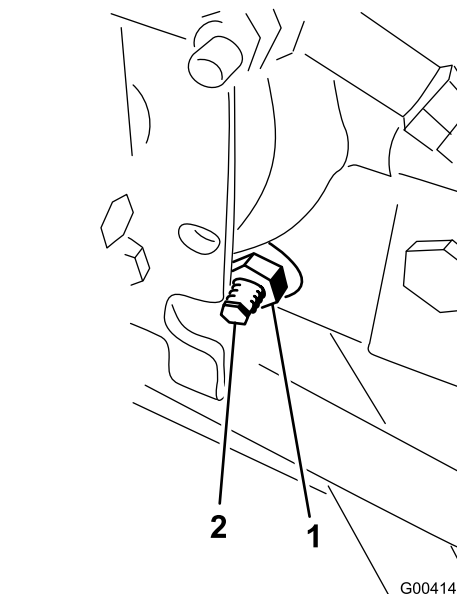

Figura 60
3. Dal lato destro dell'idrostat, allentate il dado di bloccaggio sulla camma di regolazione della trazione (Figura 60).